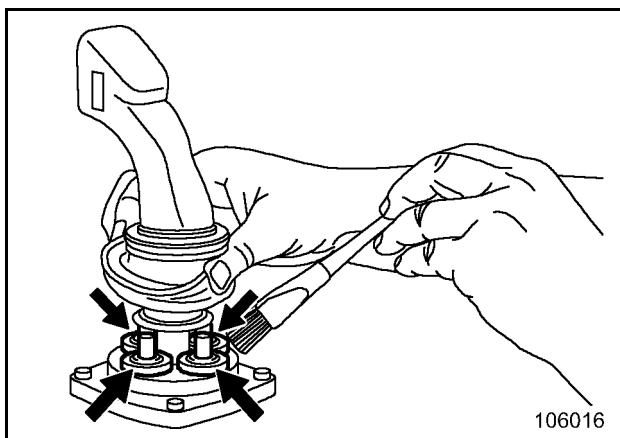

Fig. 3-88:
- Aplicar un poco de grasa a los émbolos de distribución, la campana encima de los émbolos y la articulación cardán de las palancas de mando manual (flechas, Fig. 3-88:). Así se evita que los émbolos de mando se agarran.